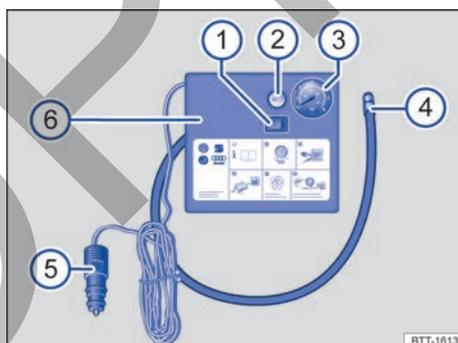

Fig. 243 Representación esquemática: compresor del kit reparapinchazos.
El compresor del kit reparapinchazos se compone de los siguientes elementos → fig. 243:
- Enrosque fijamente el tubo de inflado → fig. 243 ④ del compresor de aire en la válvula del neumático.
- Compruebe que el tornillo de descarga de aire → fig. 243 ② esté cerrado.
- Acople el conector de 12 voltios → fig. 243 ⑤ a una toma de corriente de 12 voltios del vehículo → pág. 198.
- Encienda el compresor de aire con el conmutador de encendido y apagado → fig. 243 ①.
- Deje el compresor en funcionamiento hasta alcanzar una presión de 2,0 a 2,5 bares (29-36 psi/200-250 kPa) → ⚠. **No lo deje funcionar más de 8 minutos** → ①.
Vuelva a enroskar el tubo de inflado → fig. 243 ④ y compruebe la presión del neumático en el indicador ③.